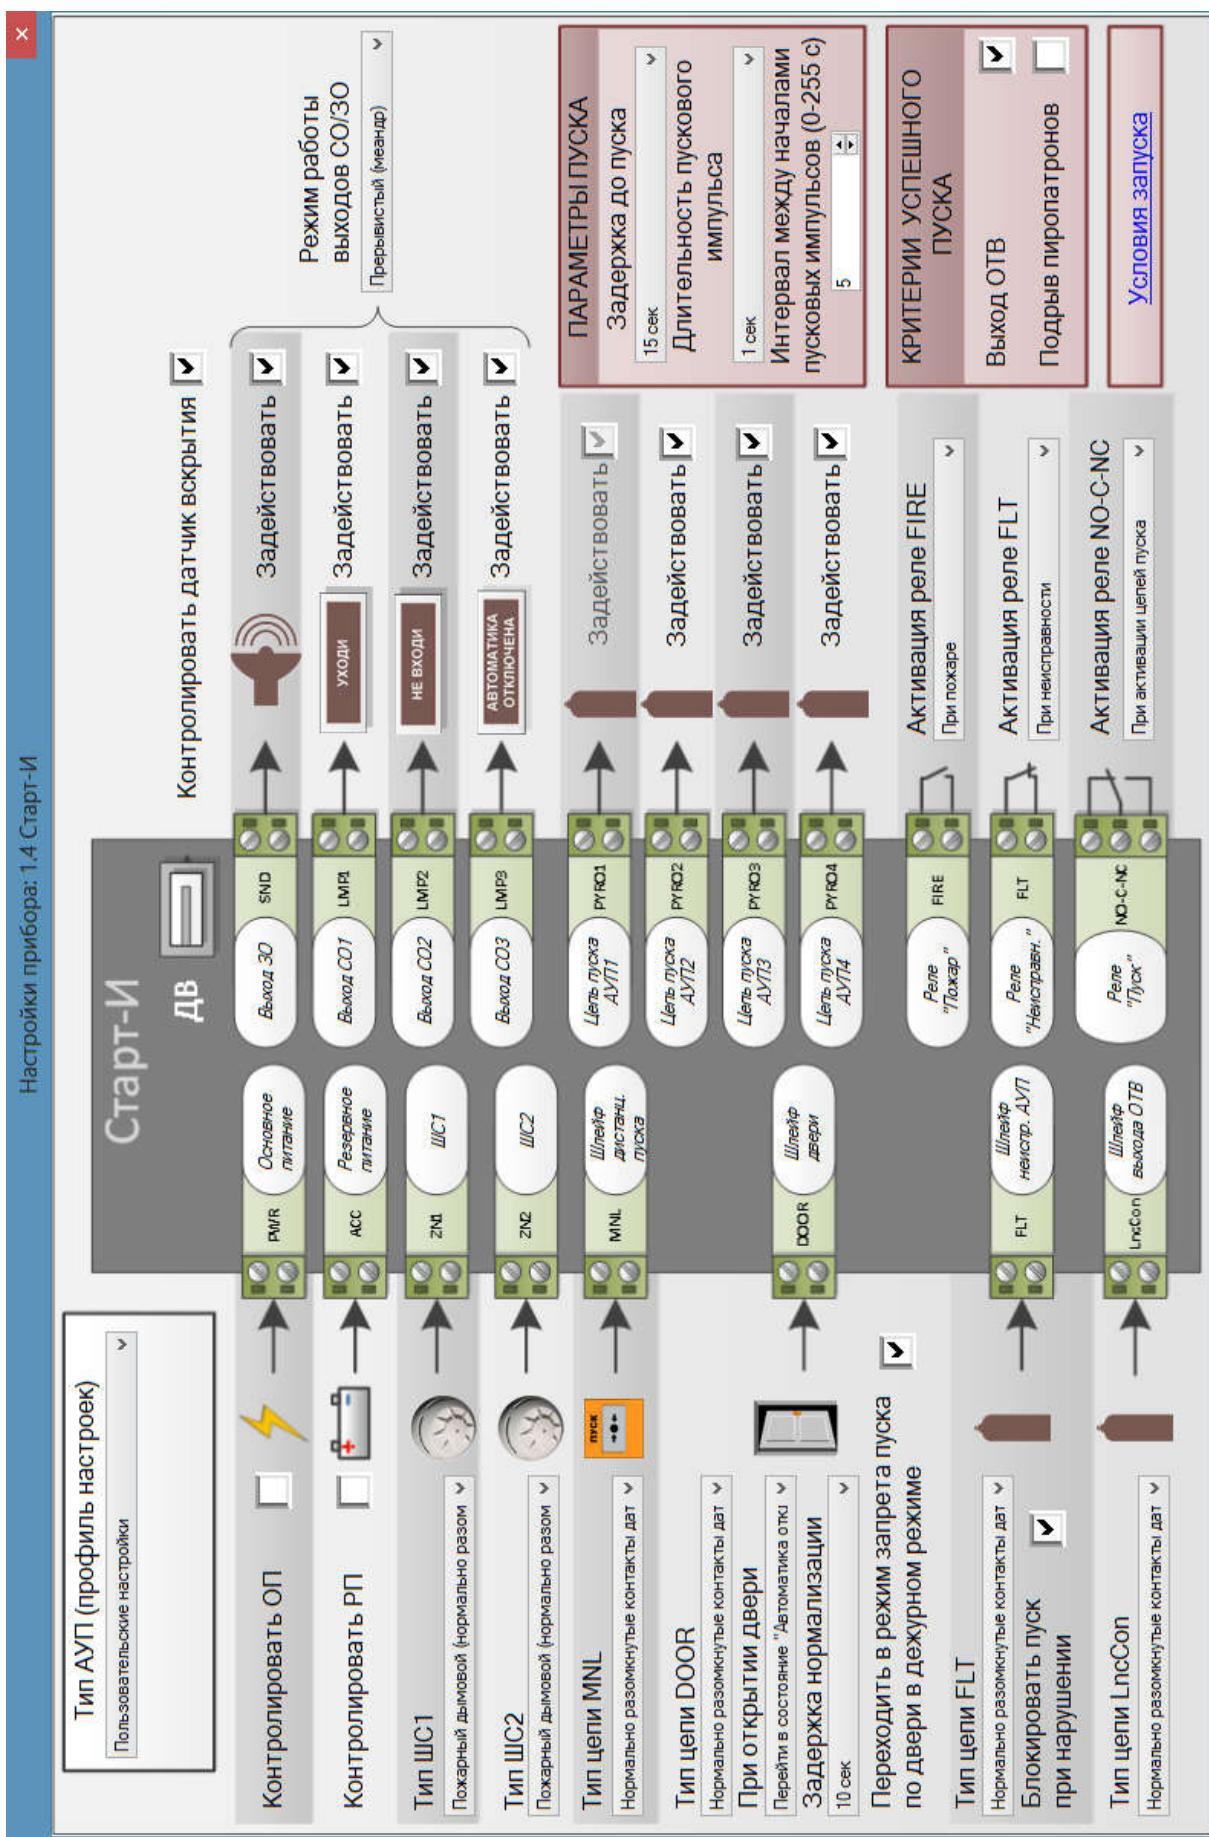

Рис. 30
- 2.1.1. Для вызова мастера настроек необходимо дважды щелкнуть по значку Старт-И в дереве устройств (вкладка "Устройства"). Открывшееся окно "Настройки прибора" (рис. 30) содержит настройки шлейфов, выходов, параметров пуска, режимов работы реле, а также общие параметры Старт-И.